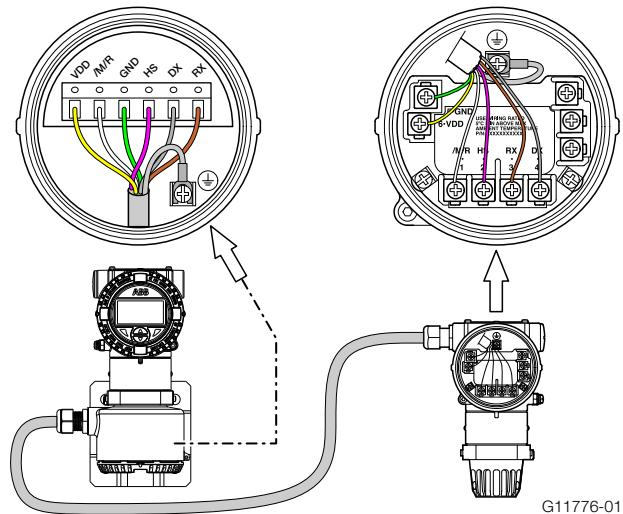

Рис. 48
6. Подключите жилы к соответствующим клеммам (см. Рис. 48).